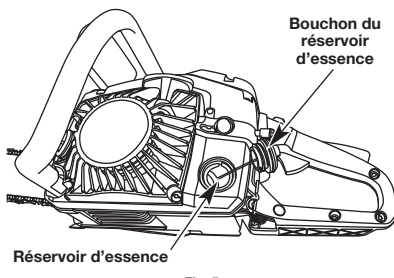

Fig. 5
- Tournez l'appareil sur le côté de sorte à orienter le réservoir d'essence vers le haut (Fig. 5).